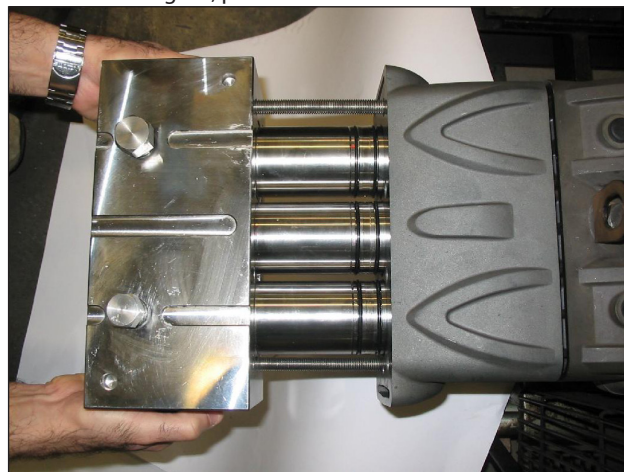
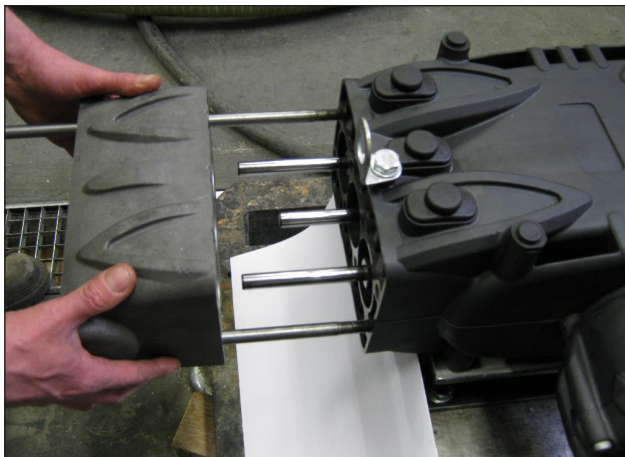

Fig. 37
Fig. 38
- Désassembler la tête et l'entretoise de chemises du carter de pompe comme le montrent les Fig. 37 et Fig. 38.
- Désassembler la culasse et l'entretoise des chemises du carter de pompe comme indiqué paragr. 2.2.1, Fig. 37 et Fig. 38.